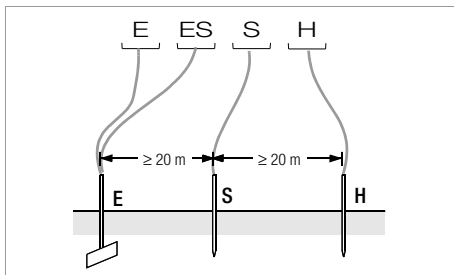

Bild 3 Messung des Erdungswiderstandes nach dem Vierleiterverfahren
- ⇨ Setzen Sie die Spieße für Sonde und Hilfserder in mindestens 20 m bzw. 40 m Entfernung vom Erder (vgl. Bild 3 Seite 19).